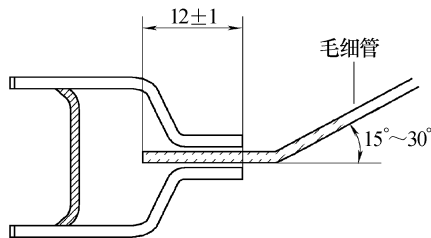

图 3-20 毛细管焊接尺寸示意图
b) 按原有毛细管的规格和长度取一根新毛细管，并用氮气冲洗干净，再将毛细管的端口做成  $30^{\circ}$  的斜口，然后对要焊接的部分进行清洁。接着把毛细管一端插入蒸发器的延伸管，另一端插入干燥过滤器。注意，插入的干燥过滤器不能过短，否则在焊接时易被钎料堵塞，容易造成脏堵，但也不能过长，以免接触过滤网，影响制冷剂的流量。可按如图 3-20 所示尺寸进行操作。